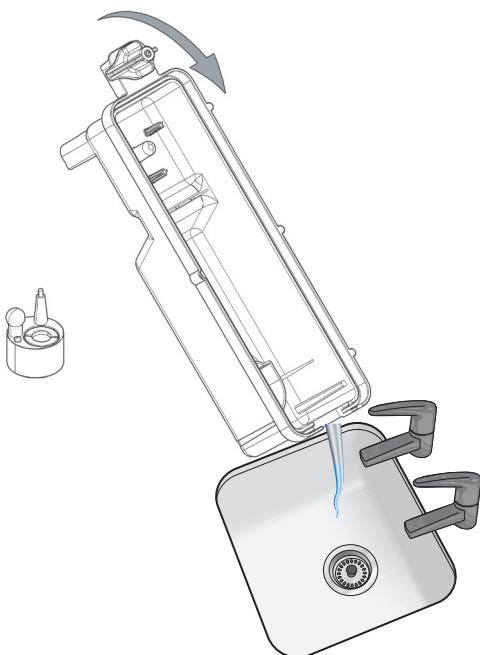

Fig.8
8. Levante el transductor e inclínelo con cuidado, tal y como se muestra, para que el líquido se drene fuera del sumidero. (Véase la Fig. 8)